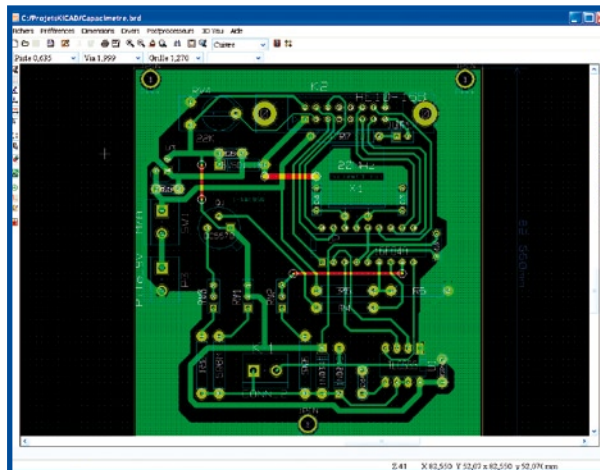
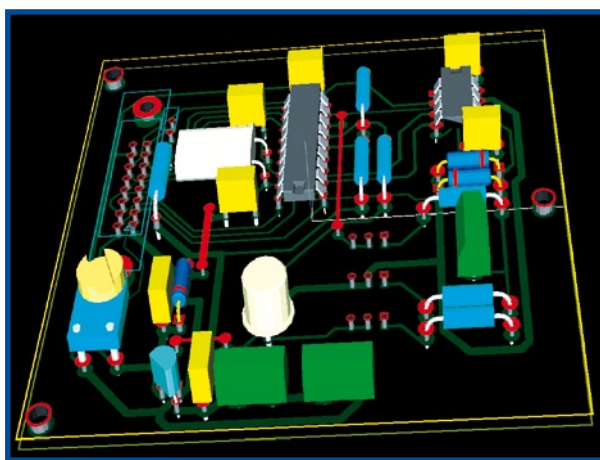
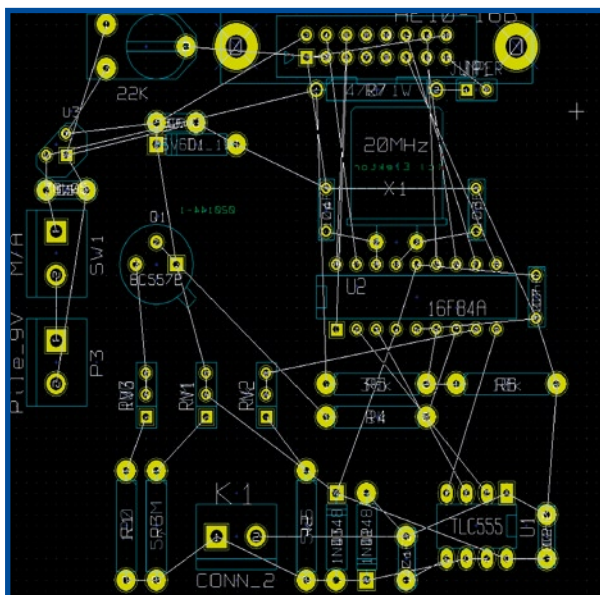

Figure 5.
Figure 6.
Figure 7.
On accède à PCBNew à partir du gestionnaire de projets Kicad (recommandé), ou directement depuis l'icône **(G)** (**figure 5**). Ce logiciel de conception de circuits imprimés est à l'image de EeSchema : simple, facile à prendre en mains et à utiliser ; ses performances n'en sont pas pour autant à la traîne, jugez plutôt : 16 couches de cuivre, 12 couches techniques (sérigraphie, vernis épargne, cotations, etc.), composants traversants ou CMS, travail au 1/10 000^{ème} de pouce, chevelu dynamique, contrôle d'isolement (*Design Rules Check*), plans de masse, il possède un routeur interne capable, excusez du peu, de travailler en simple couche ! Qu'est-ce qu'un amateur peut demander de plus ? Une vue 3D de sa platine pour le plaisir visuel ? C'est en **figure 6** !
Il est déjà temps de passer du mode placement au mode routage avec l'icône (J). D'un clic droit, faites « Autoroutage global -> Selection couple de couches ». En tant qu'amateurs, il est assez normal que nous choissions un circuit simple face ; autrement dit, la couche supérieure sera, tout comme l'inférieure, le cuivre. L'autoroutage automatique (Autoroutage global -> Autoroute tous modules), s'il ne routera pas entièrement votre carte, vous dégrossira déjà cette tâche. Il vous restera ensuite à terminer en mode manuel, ou à déplacer quelques composants et re-router l'ensemble. Le routage manuel se fait, bien entendu, le plus naturellement du monde avec la souris, et vous constaterez vite que PCBNew sait placer vos pistes au doigt et à l'œil, sans être obligé de définir laborieusement le moindre changement de direction. L'affichage du chevelu (K), (Cf. **figure 7**) permet un travail rapide et fiable. Les ponts (*straps*), s'ils sont nécessaires, seront représentés comme des pistes sur la couche composants (en rouge sur la figure 6).